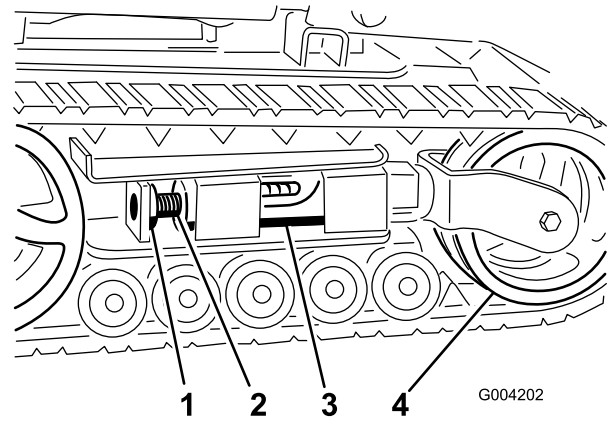
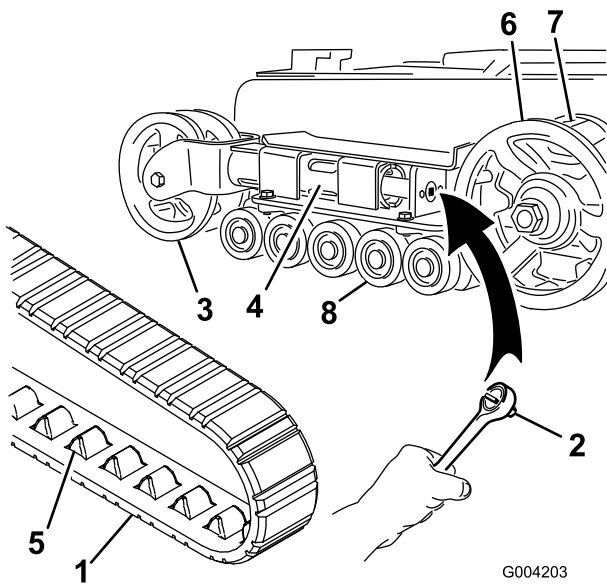
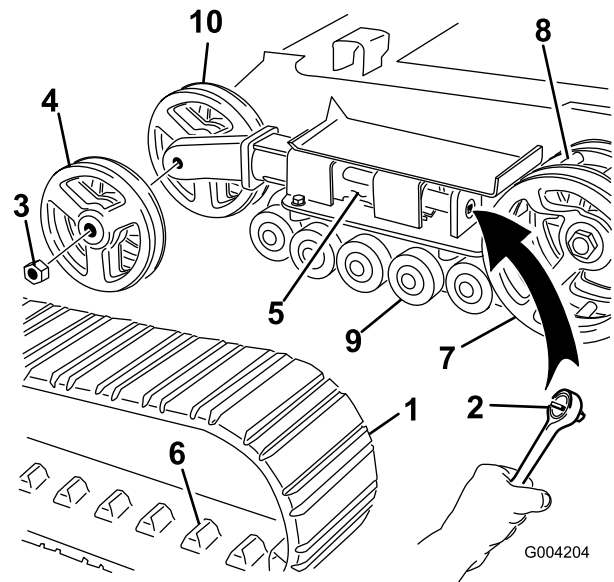

Bild 47
Bild 48
Bild 49
4. Entfernen Sie die Befestigungsschraube und Mutter (Bild 47).
6. Richten Sie die am nächsten liegende Kerbe in der Spanschraube mit dem Loch der Befestigungsschraube aus und befestigen Sie die Schraube mit der Befestigungsschraube und Mutter (Bild 47).
Hinweis: Sie haben Schmalspurketten, wenn die vorderen Spannungsräder an der Innenseite einer Gabel am Ende des Spannungsrohrs montiert sind (Bild 48).
5. Lösen Sie die Antriebsspannung mit einer Ratsche (1/2"), indem Sie die Spanschraube nach rechts drehen (Bild 47 und Bild 48).
- Drücken Sie das Spannrad zur Rückseite der Maschine, um den Druckschlauch gegen den Rahmen zu bewegen (Bild 48).
- Wenn Sie die Kette vom Spannrad entfernt haben, entfernen Sie sie auch vom Antriebsrad und den Straßenrädern (Bild 48).
- Legen Sie die neue Kette, beginnend beim Antriebsrad, um das Rad und stellen Sie sicher, dass die Stollen an der Kette zwischen die Zahnräder am Kettenrad passen (Bild 48).
- Drücken Sie die Kette unter und zwischen die Straßenräder (Bild 48).
Hinweis: Sie haben Breitspurketten, wenn die vorderen Spannungsräder an der Seite am Ende des Spannungsrohrs montiert sind (Bild 49).
- Entfernen Sie die Befestigungsschraube und Mutter (Bild 47).
- Lösen Sie die Antriebsspannung mit einer Ratsche (1/2"), indem Sie die Spannschraube nach rechts drehen (Bild 47 und Bild 49).
- Drücken Sie das Spannrad zur Rückseite der Maschine, um den Druckschlauch gegen den Rahmen zu bewegen (Bild 49).
7. Nehmen Sie die Mutter ab, mit der das äußere Spannrad befestigt ist. Nehmen Sie das Rad ab (Bild 49).
8. Nehmen Sie die Kette ab (Bild 49).
9. Nehmen Sie die Mutter ab, mit der das innere Spannrad befestigt ist. Nehmen Sie das Rad ab (Bild 49).
13. Setzen Sie das innere Spannrad ein und befestigen Sie es mit der vorher abgenommenen Mutter (Bild 49).
15. Montieren Sie die neue Kette. Achten Sie darauf, dass die Stollen in der Kette zwischen die Zahnräder in der Mitte des Antriebsrads passen (Bild 49).
16. Setzen Sie das äußere Spannrad ein und befestigen Sie es mit der vorher abgenommenen Mutter (Bild 49).
6. Setzen Sie die eingefettete Straßenradkappe auf den Schraubenkopf (Bild 48).
7. Befestigen Sie die Straßenradkappe mit dem Sprengring (Bild 48).